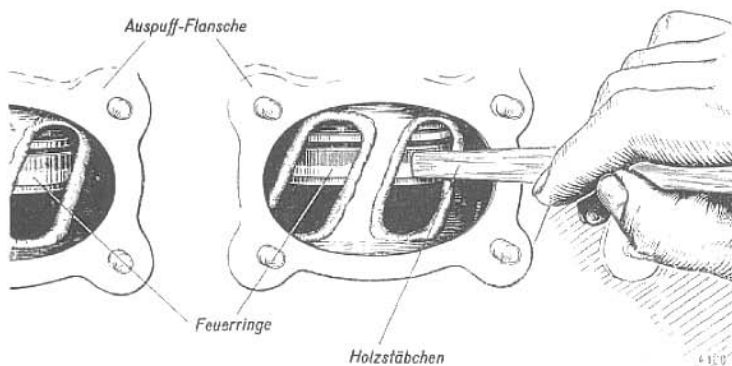

Abb. 36 Prüfen der Feurringe
- f) Abnehmen und Reinigen der Auspuffrohre, sowie Prüfen der Kolben und Feuerringe auf Auspuff- und Spülseite durch Drehen mit einem Holzstäbchen (Abb. 36).